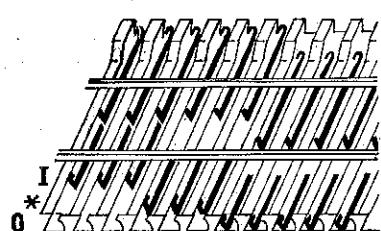
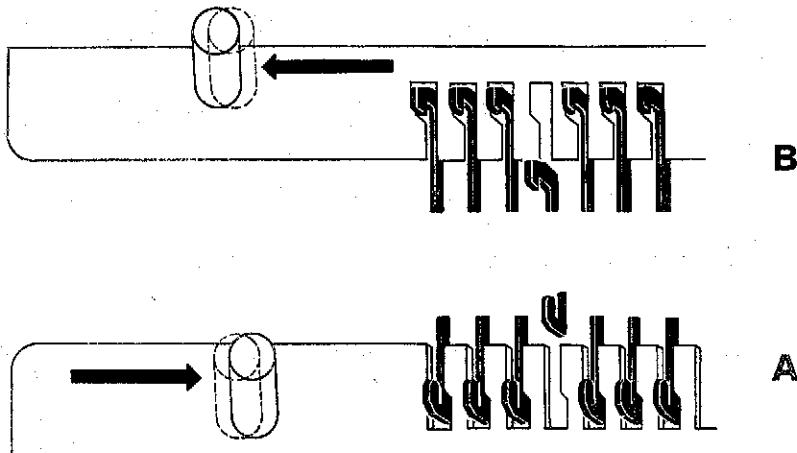

Fig. 32
Fig. 33
**Hay tres básicas posiciones de los bajadores, Fig. 32**
0 — Posición Neutral la pata del bajador dentro de su riel completamente fuera de acción (Como se entrega de la Fábrica su máquina), Fig. 32. Para sacar los bajadores de su riel vea en la pag. 12, Fig. 33.
\* — Posición de descanso, la pata del bajador está fuera del riel pero descansando sobre él mismo. Cuando está en esta posición la aguja correspondiente no teje si el diseño lo requiere pero de todas formas recibe lazadas, Fig. 32
1 — Posición de Trabajo, la pata del bajador fuera de su riel a una altura de la tercera parte de la cama de bajadores. Solo cuando el bajador está en Posición de Trabajo la aguja correspondiente teje normalmente, Fig. 32
Cama delantera: Empuje el botón del riel de los bajadores hacia la derecha y manténgalo así, entonces saque los bajadores y suelte el riel, Fig. 33 abajo.
Cama trasera: Empujando el botón del riel hacia la izquierda proceda de la misma forma anterior, Fig. 33 arriba.